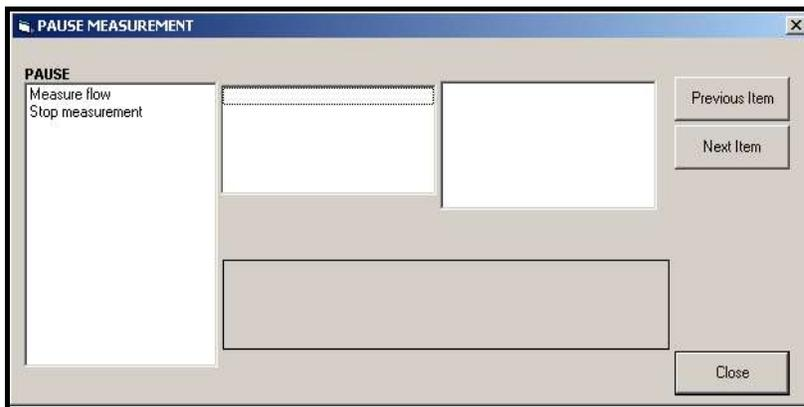

Figure 19: la fenêtre Pause Measurement
2. Développez l'option *Edit Functions* (éditer les fonctions), puis cliquez deux fois sur l'entrée *Pause Measurement* (mettre en pause le processus de mesure). Une fenêtre similaire à la *Figure 19* ci-dessous s'ouvre.